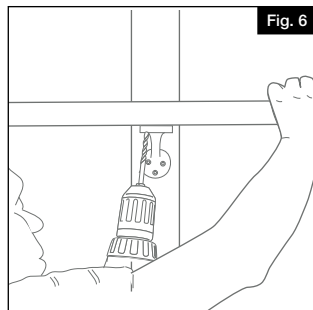

Fig. 6
- Después de instalar el pasamanos, taladrar el larguero del pasamanos con una broca de  $\frac{13}{64}$ " (0,5 cm) y fijar el soporte al larguero con los sujetadores suministrados (Fig. 6).